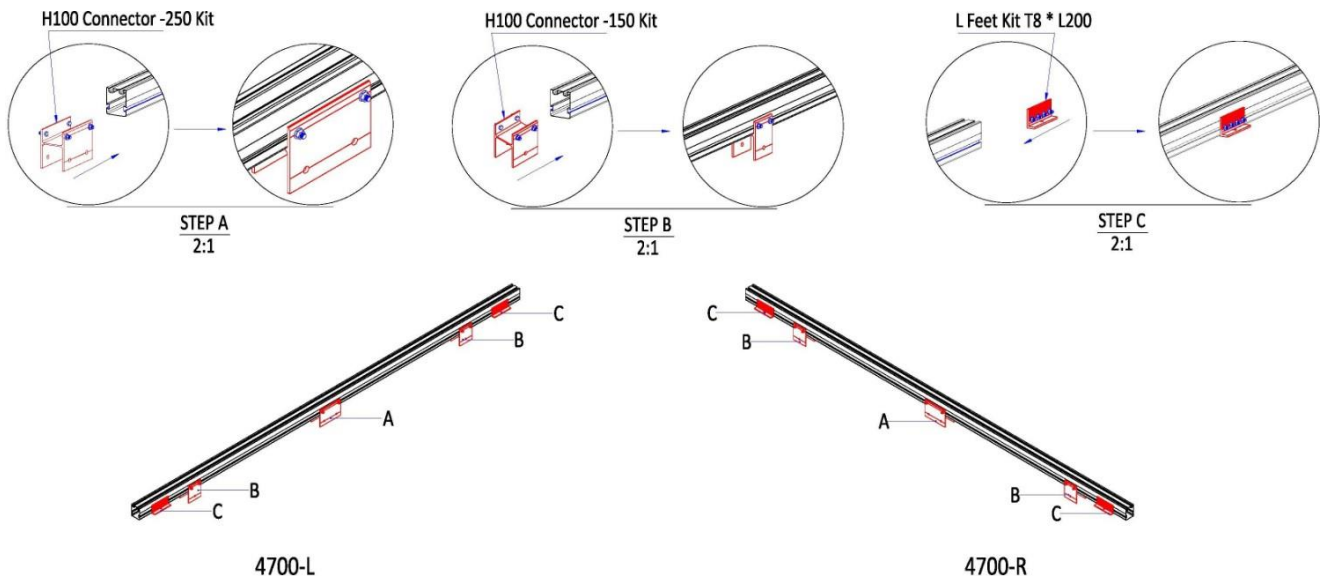

Abbildung 6
Schritt 2: Montieren Sie jedes Teil mit der Basisschiene 120 in der Reihenfolge ABCD wie in der Abbildung 6. H100 Connector - 250 Kit und H100 Connector -150 Kit können direkt in den markierten Bereich geschoben werden (bereits vor dem Versand markiert) und dann zusammengebaut werden. Hinweis: Bitte tragen Sie die notwendige Arbeits- und Schutzausrüstung.